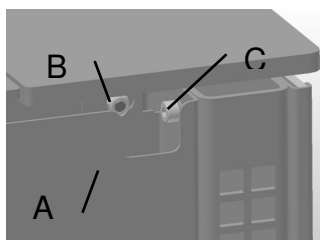
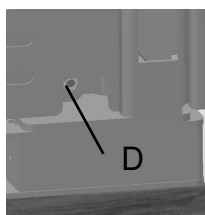

Abb.4
Abb.5
Sollten Sie den Rauchrohranschluss von hinten wünschen, muss das Geräterückwandblech (A) demontiert werden. Hierzu die beiden oberen Sechskant-Muttern mit U-Scheibe (Abb. 4 B rechte u. linke Seite) abschrauben. Die beiden Innensechskantschrauben (C) eine Umdrehung lockern, sowie die beiden unteren Sechskantmuttern an der Unterseite (Abb. 5 D rechte u. linke Seite) 1 Umdrehung lockern. Anschließend das Rückwandblech (Abb. 6a) oben zur Aufstellwand hin ziehen, anheben (Abb. 6b) und ablegen.